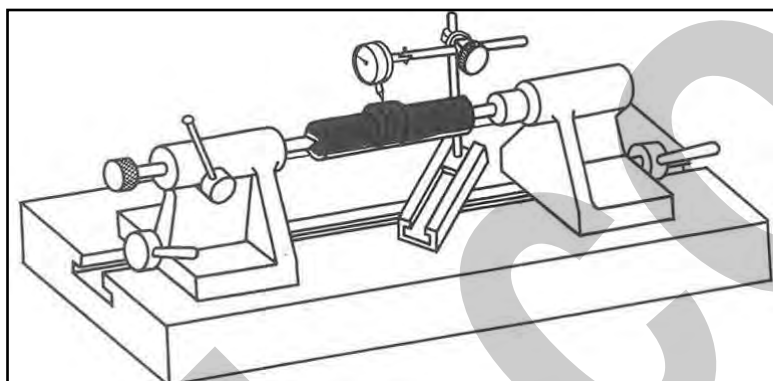

Figura 35 – Verifica eccentricità del pezzo.
5. Se necessario, verificare l'eccentricità del pezzo, utilizzando un comparatore e facendo ruotare lentamente il pezzo (a mano) dopo averlo fissato tra le punte (Figura 35).